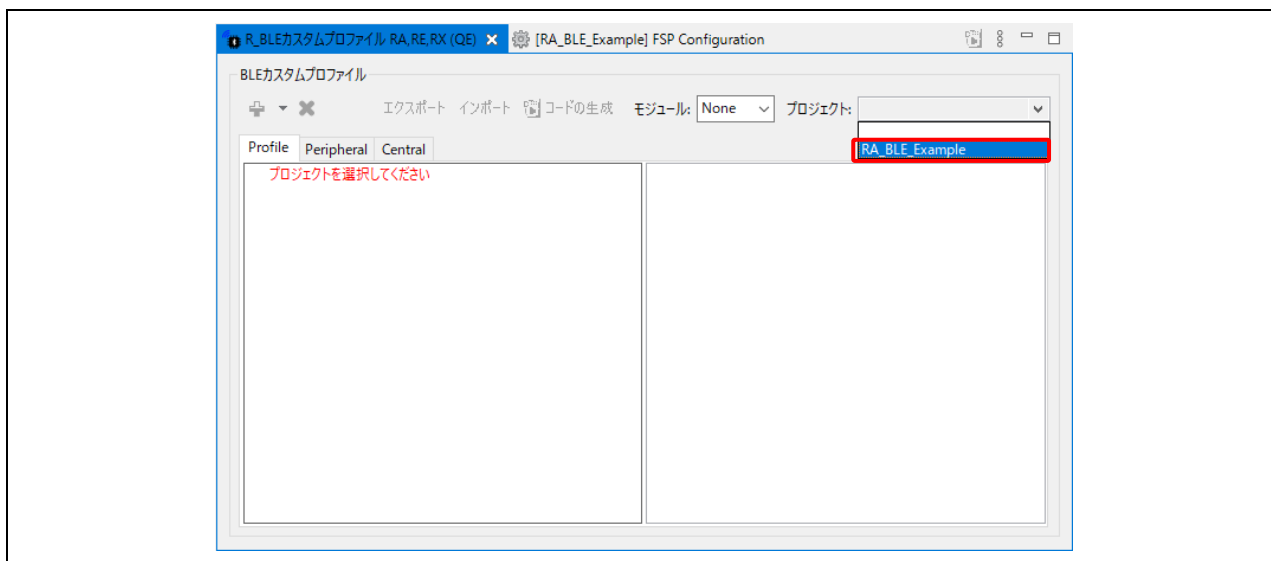

図 10 プロジェクトの選択
- (5) 図 10 に示すように、[R\_BLE カスタムプロファイル RA,RE,RX (QE)] ビューで、BLE カスタムプロファイルを構成するプロジェクト (RA\_BLE\_Example) をプルダウンリストから選択します。